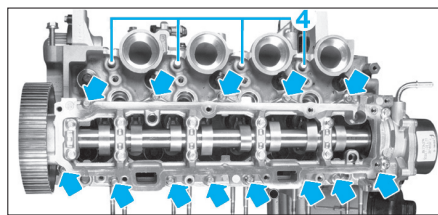

Fig. 54
- les vis de fixation du carter chapeau de paliers (Fig.54),
- les pions-butée de bride d'injecteurs (4) en prenant soin de repérer leurs positions pour la repose,